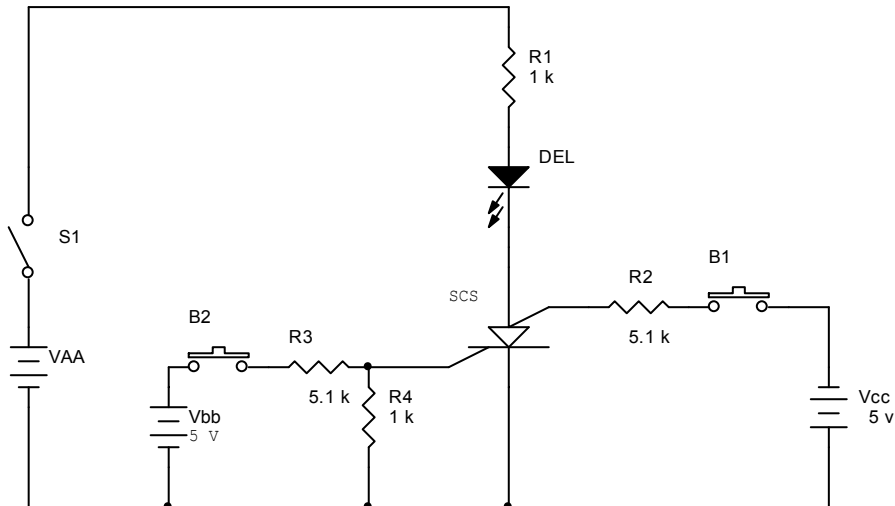

Figure 5-1 : Circuit de commande d'une DEL avec un SCS.
- Résistance de 1/2W (4) : 1kΩ (2) et 5.1 kΩ (2) ;
2. Montez le circuit qui apparaît à la figure 5-1 en vous assurant que les boutons-poussoirs B1 et B2 ainsi que l'interrupteur S1 sont ouverts.